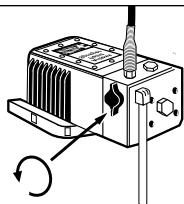

Figura 4 - Gire o controle Prime/Spray
- Gire o controle Prime/Spray para a posição ON (veja a Figura 4).